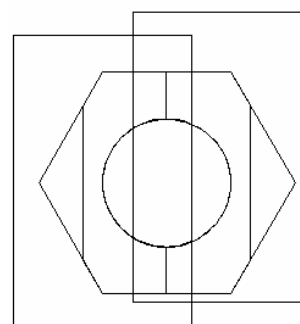

Рис. 5.31
9. Самостоятельно выровнять изображения вида сверху и горизонтального разреза командой **Форматл (Mvsetup)** (рис. 5.31 и примеч. 4.2), после выравнивания перейти в пространство листа (см. п. 7).